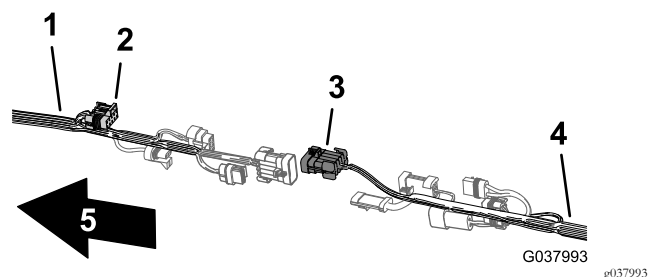

图 106
- 把用于打药车线束互连的前线束 10 插槽接头连接至用于打药车线束互连的后线束 10 针接头图 106。